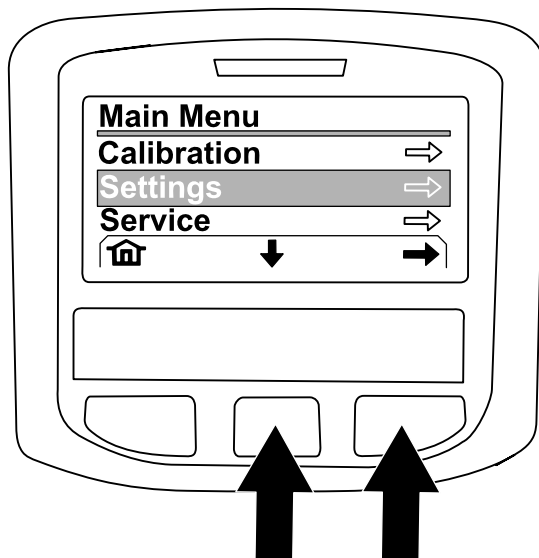

Figure 228
4. Dans l'écran du MENU PRINCIPAL, appuyez sur le bouton central pour naviguer jusqu'à l'option RÉGLAGES, puis appuyez sur le bouton droit pour la sélectionner (Figure 228).